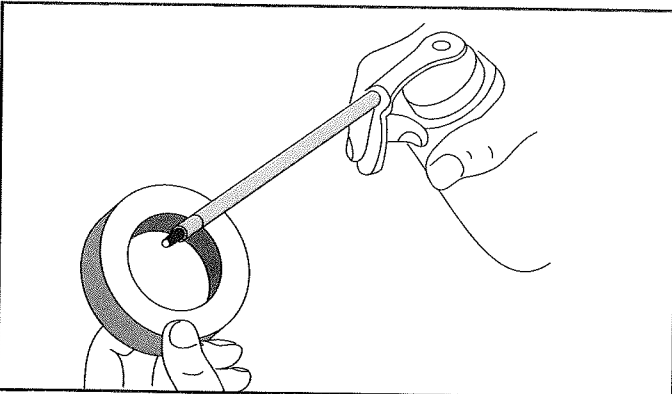

Fig. 26
4. Aplique óleo limpo suficiente para lubrificar ligeiramente o filtro (Fig. 26).